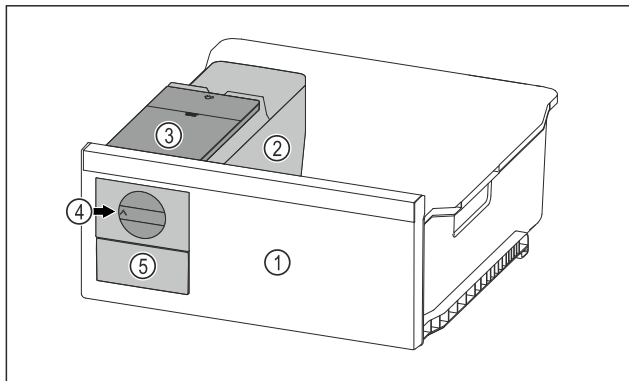

Fig. 70 Ілюстративне зображення
- ▶ Поворотну ручку Fig. 70 (4) повернути за годинниковою стрілкою до упору.
- ▷ Кубики льоду випадають із ванночки для кубиків льоду у висувний ящик для кубиків льоду Fig. 70 (5).